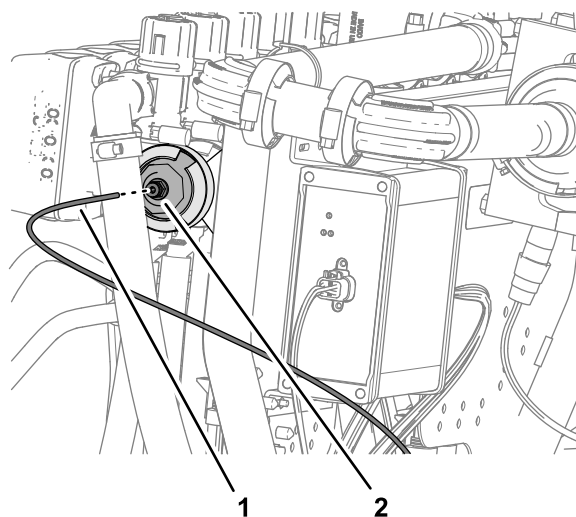

Figura 135
1. Allineate l'estremità del tubo di rilevamento della pressione (in plastica) per il manometro del cruscotto al collare di sicurezza per l'accoppiatore del tubo (Figura 135).
2. Inserite il tubo di rilevamento nel collare di sicurezza fino a quando non è completamente in sede (Figura 135).